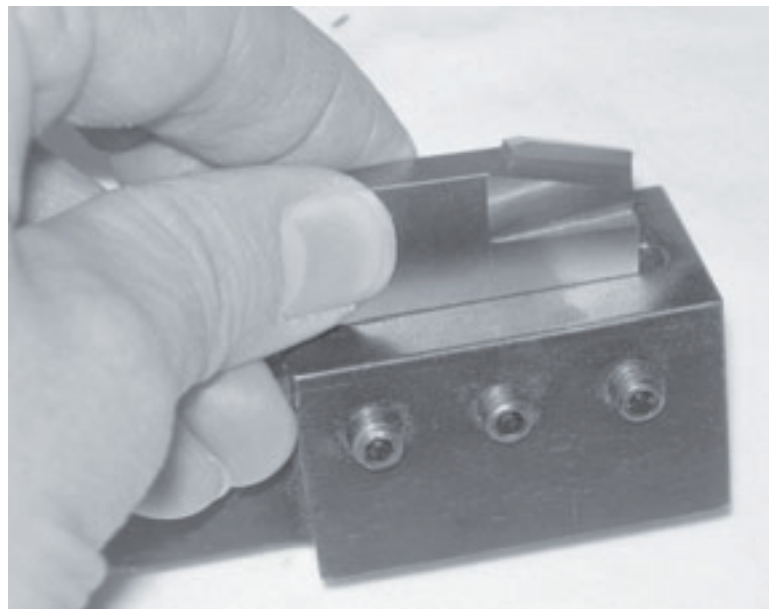

Figure 3-7. Placez l'outil à lamer dans le porte-outil (voir la photo). Serrez les trois vis de fixation sur le porte-outil.
- 2.** Placez l'outil à lamer dans le porte-outil (voir Figure 3-7). Serrez les trois vis de fixation sur le porte-outil.